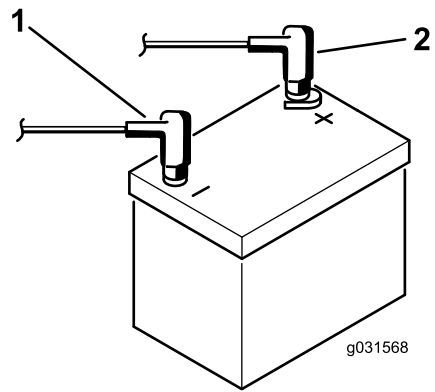

Figura 4
7. Conecte el cable positivo (rojo) al borne positivo (+) y el cable negativo (negro) al borne negativo (-) de la batería usando los pernos y las tuercas (Figura 4).